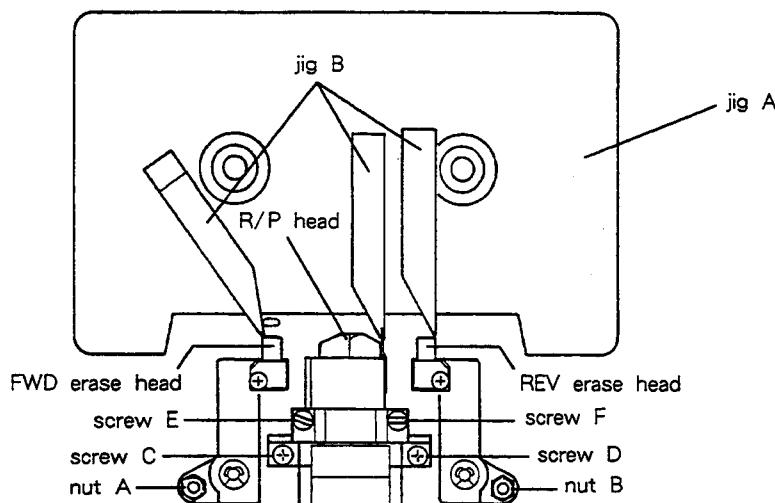

Fig. 2-6
- 1). Set jig A as shown in Fig. 2-6, then set the deck to FWD/PLAY mode.
If it doesn't, adjust Allen nut A shown in Fig. 2-6.
- If the head is both high (or low) in FWD and REV modes, replace the spacer under screws C and D (Fig. 2-6) with a thin (or thick) one. (Add or remove the same number of spacers with the same thickness for both screws C and D.)
- 1). 図2-6のように治具Aをセットし、FWD/PLAYモードにする。
そうでない場合は、図2-6の六角ナットAを調整する。
ネジC, D(図2-6)の下のスペーサーを板厚の薄い(厚い)ものに換える。(C, D同じく厚さのスペーサーを同枚数増減すること)
- 7). Play back the 10 kHz signal on test tape MTT-256 in FWD/PLAY mode, then adjust FWD azimuth adjustment screw E (Fig. 2-6) so that the phase difference between the L and R channels is 0°.
- 7). FWD/PLAYモードでテスト・テープ MTT-256の 10kHz を再生して、Lch と Rch の位相差が 0° になるように FWD 用アジャス調整ネジ E (図2-6) を調整する。